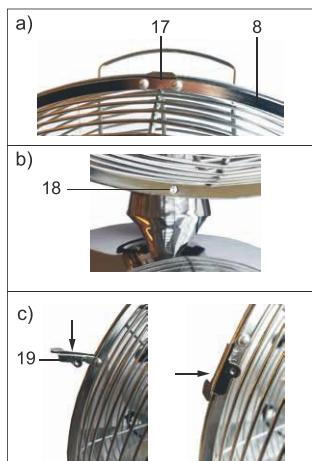

Fig.84: Montering av det främre skyddsgallret
18. Skjut det främre skyddsgallret (8) med kroken (17) över det bakre skyddsgallrets stomme till mot varandra, se bild 84 a).
19. Kontrollera att de båda spåren (18) nedtill i de båda skyddsgallrens stomme ligger an mot varandra, se bild 84 b).
20. Skjut de fyra låsklämmorna (19), som sitter på det främre skyddsgallrets sida, över de bågge skyddsgallrens stomme, se bild 84 c).
21. För in stjärnskruven med kullrigt huvud (8a) i det främre och bakre skyddsgallrets spår (18).